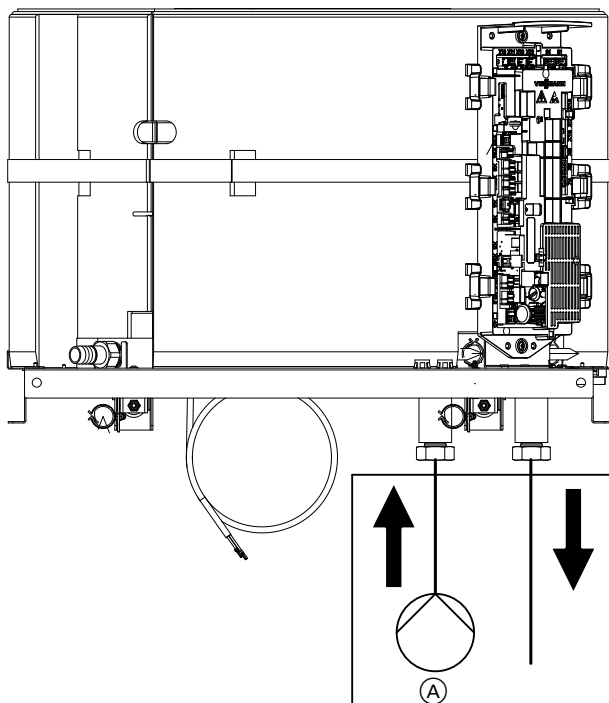

Abb. 40
2. Spülvorrichtung (A) an den Wasseranschluss montieren. Entgegen der normalen Fließrichtung spülen: Siehe Abb. 40.